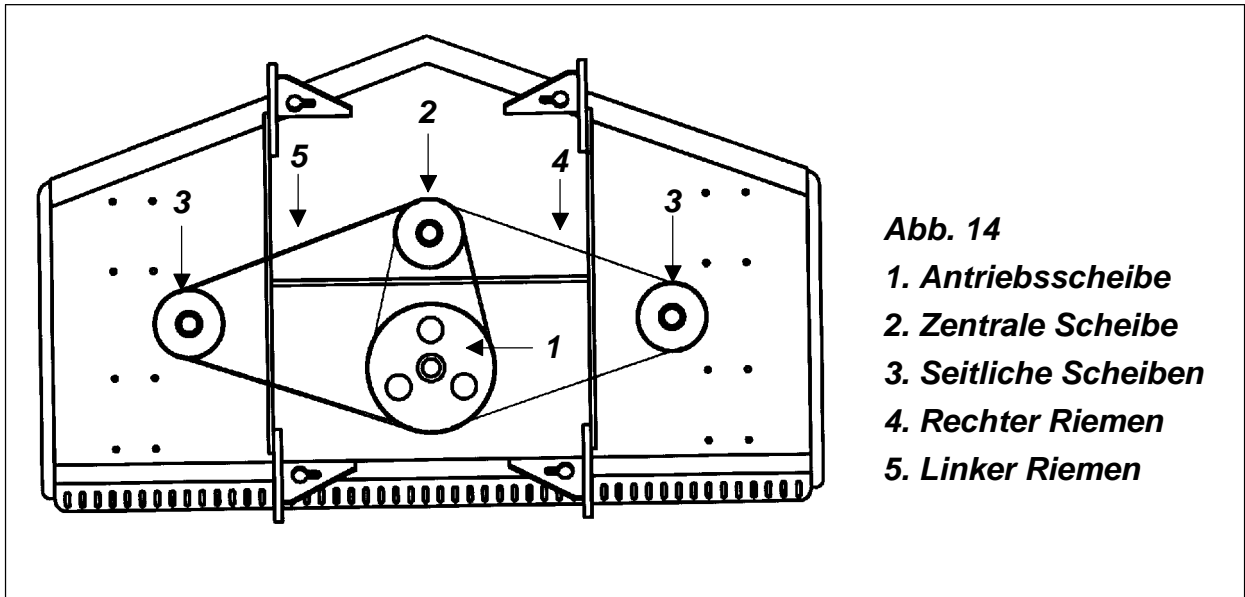

Abb. 14
8. Die neuen Riemen **(siehe Abb. 14)** einsetzen. Den ersten Riemen von der Scheibe des linken Rotors durch die unteren Rillen der Antriebsscheibe und der Scheibe des zentralen Rotors führen. Dieses Vorgehen gilt auch für den zweiten Riemen, der von der Scheibe des rechten Rotors durch die oberen Rillen der Antriebsscheibe und der Scheibe des zentralen Rotors geführt wird.